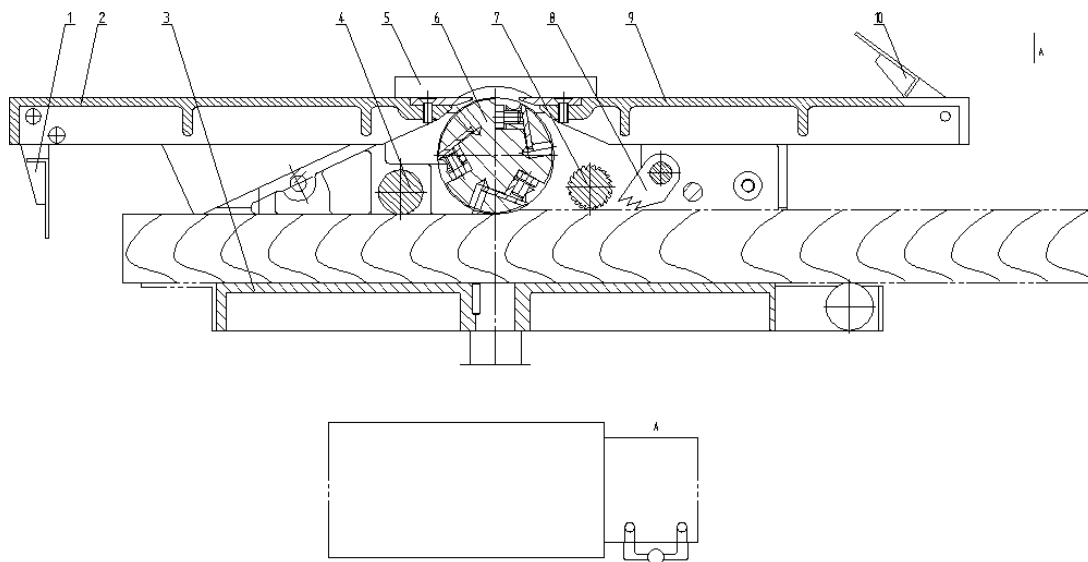

Рис.11
Строгание под давлением (Рис.11)
- Оператор должен находиться в позиции, указанной на Рис.11.